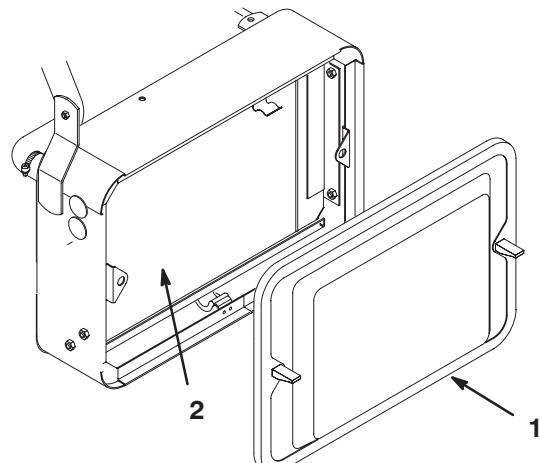

Figure 46
1. Déposez la grille du radiateur (Fig. 46).